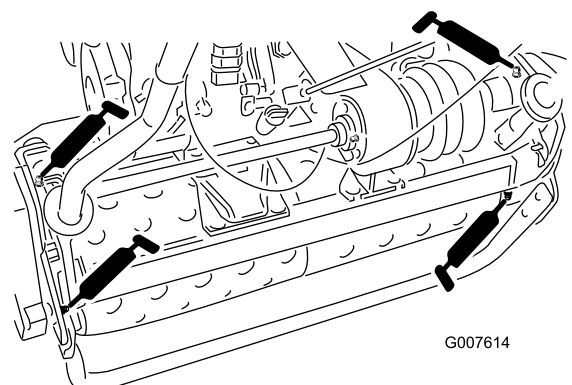

図 17
- ・ ドラムのアクスル（2ヶ所）（図 17）
- ・ デファレンシャル（3ヶ所）（図 17）